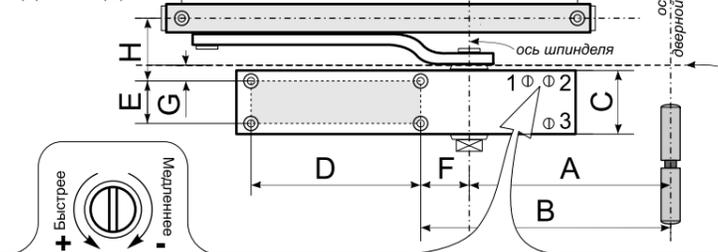

Рисунок 4. Регулировка скорости закрытия.
- Смотрите рисунок 4 на обороте